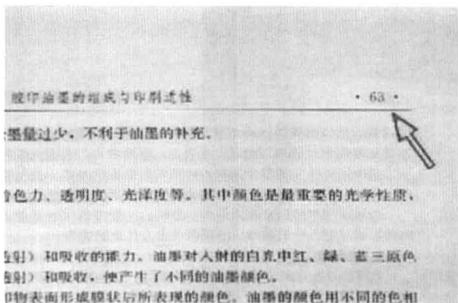

图 1-13 书眉
(8) 地脚 版心下边沿至成品边沿的区域。
(9) 版权页 印有图书在版编目 (CIP) 数据，出版发行单位，印、装单位，幅面，开本及定价的页面。
(10) 页 书刊中的每一张纸称为一页。
(11) 面 指每一页上的正反版面，每一页有两面。
(12) 码 指每一面上印有的号码，每页有两个号码，也称页码。奇数页码总在一本书页的正面，偶数页码总在背面。
(13) 暗码 为了设计需要，一本书中扉页、版权页、前言、插图页等一般不排页码，称为暗码。
(14) 书眉 为了突出篇章或章题，在版心上，用线与正文隔开，其细墨线为书眉，线上为书眉文字 (图 1-13)。